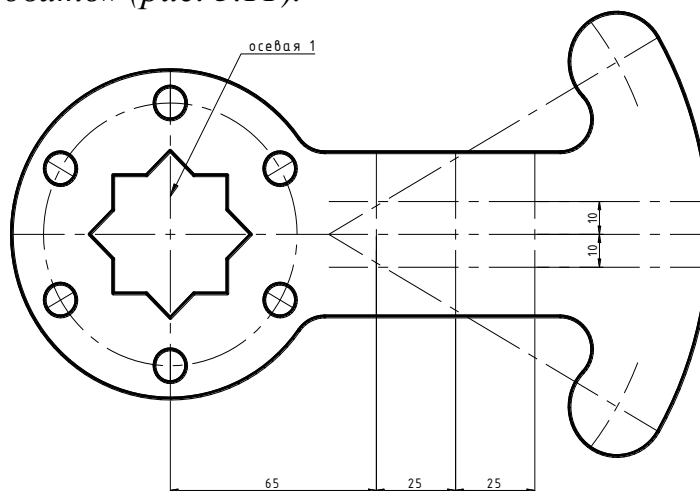

Рис. 3.11
19. Скопируйте *осевую 1* «*вправо*» на расстояние: *65, 90, 115 мм*. Скопируйте *Осевую 2* на расстояние *10 мм* «*вниз*» и «*вверх*», используя команду «*Копировать*» (рис. 3.11).